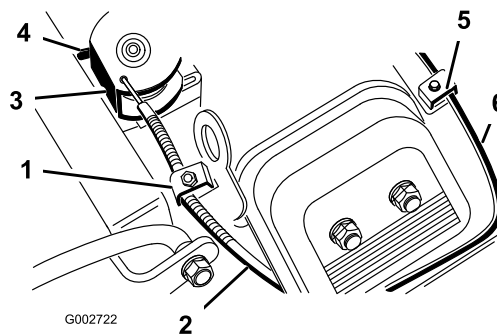

Bild 37
2. Lockern Sie die Klemmschraube des Bowdenzugs, mit der dieser am Motor befestigt ist (Bild 37).
4. Ziehen Sie fest am Bowdenzug, bis die Rückseite der Schwenkplatte den Anschlag berührt (Bild 37).
4. Ziehen Sie fest am Chohezug (Bild 37), bis die Choke-Drosselklappe ganz geschlossen ist; ziehen Sie dann die Klemmschraube des Chohezugs fest.